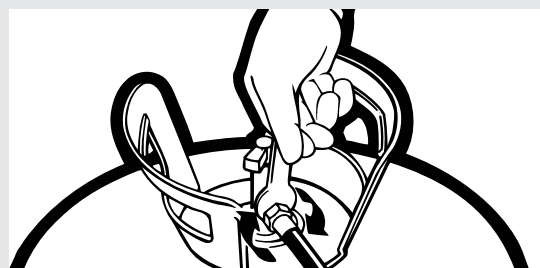

Figura 2.
- Aplique una capa de vaselina a la cara interior del dispensador Insta-Flo™. Esto facilita la limpieza de la cara del dispensador y prolonga la vida útil del dispensador Insta-Flo™. (Ver Figura 2)